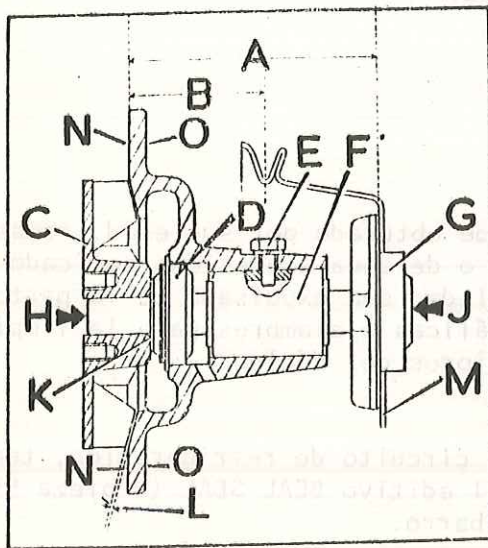

Fig. K-4 Sección longitudinal de la bomba de agua
- 1.1. Extraer el tornillo E (Fig. K-4) y la arandela de fijación del cojinete, colocar la bomba, asentándola sobre la parte N, en una prensa y con un botador haciendo presión sobre el eje como indica J, extraer el conjunto del eje y cojinete F, para separarlo del cuerpo de la bomba y buje.
- 3.1. Introducir unas gotas de aceite fino en el agujero para el tornillo de fijación E (Fig. K-4) del cojinete F.
- 3.4. Montar a presión el buje, G, de la polea del ventilador sobre el eje, teniendo en cuenta la dimensión A (Fig. K-4), medida entre la cara delantera del buje de la polea y la de unión al bloque de la bomba de agua. Cuando se ejerza presión sobre el buje, debe quedar apoyado en el eje para evitar esfuerzos sobre el tornillo de fijación.